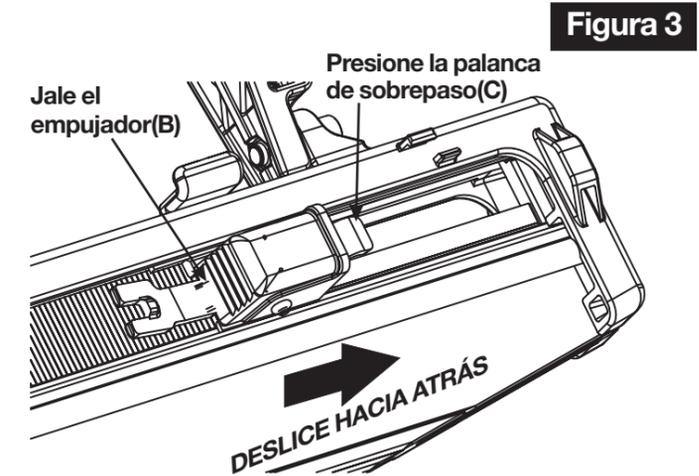

Figura 3
- Esta herramienta utiliza una palanca de sobrepaso accionada por resorte para cargar y descargar los clavos. Una vez que los clavos estén insertados correctamente, tire del empujador (B) completamente hacia la parte trasera de la reámara, presionando contra la palanca de sobrepaso del empujador (C). (Vea figura 3)